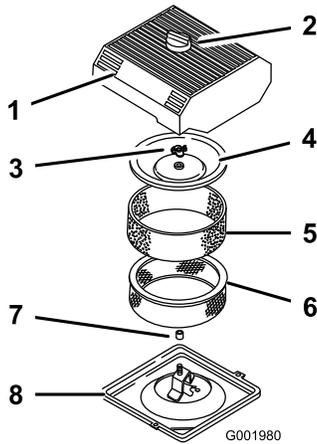

図 34
3. エアクリーナを外したときエンジン内部に異物が入らないよう、周辺をきれいに拭く 図 34。
4. エアクリーナのカバーのノブをゆるめてカバーを外す 図 34。
5. ペーパーエレメントからスポンジエレメントを注意深く取り外す 図 34。
6. カバーナットを外し、カバーとペーパーエレメントを外す 図 34。
1. ペーパーエレメントにスポンジエレメントを注意深く取り付ける **図 34**。
3. カバーナットを取り付けて指締めする **図 34**。
4. エアクリーナのカバーとノブを元通りに取り付ける **図 34**。